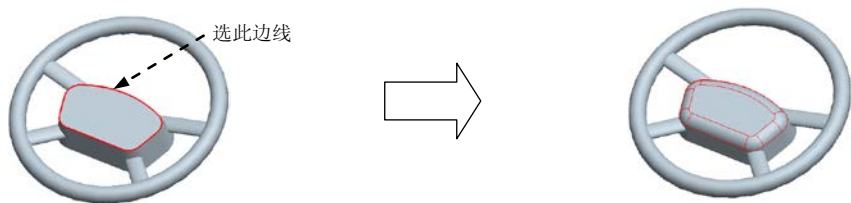

图 4.4.49 圆角特征 2
(1) 在 **模型** 功能选项卡选择 **操作**  **特征操作** 命令。
(2) 在菜单管理器中选择 **Copy (复制)** 命令。
(3) 在菜单管理器中选择 **Mirror (镜像)**  **Select (选择)**  **Independent (独立)**  **Done (完成)** 命令。
(4) 选择 **Select (选择)** 命令，再选择要镜像复制的特征（即 Step10 及 Step13 创建的扫描特征）；选择菜单管理器中的 **Done (完成)** 命令。
(5) 选择 **Plane (平面)** 命令，再选取 **RIGHT** 基准平面为镜像中心平面，选择 **Done (完成)** 命令。
Step15. 创建图 4.4.49 所示的圆角特征 2。选取图 4.4.49 所示的边线为倒圆角的边线；输入圆角半径值 20.0。